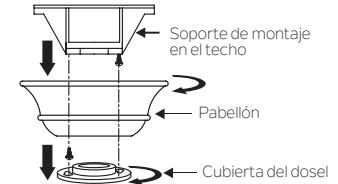

Fig. 5
Paso 1. Retire la cubierta inferior de la cubierta decorativa de la cubierta girando la cubierta hacia la izquierda. (Fig. 5)
Paso 2. Retire el soporte de montaje del techo de la cubierta quitando (y guarde) uno de los dos tornillos. Afloje el tornillo restante media vuelta. (Fig. 5)